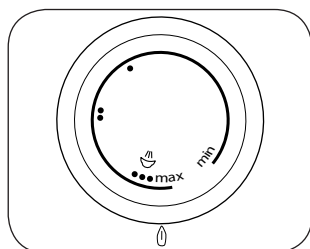

Fig. 5
Selezionare la temperatura desiderata ruotando la manopola di regolazione temperatura (E) e allineandola con il riferimento (I) sul ferro da stiro (Fig. 5). La spia (F) di controllo della temperatura si accende.